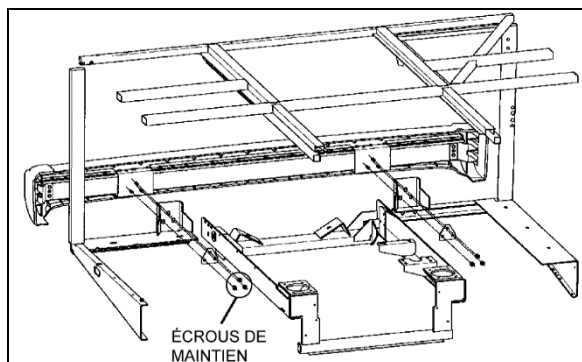

FIGURE 12: PARE-CHOCS ARRIÈRE
1. Enlever les six écrous (trois de chaque côté) qui fixent l'ensemble du pare-chocs au véhicule et retirer le pare-chocs (Figure 12).